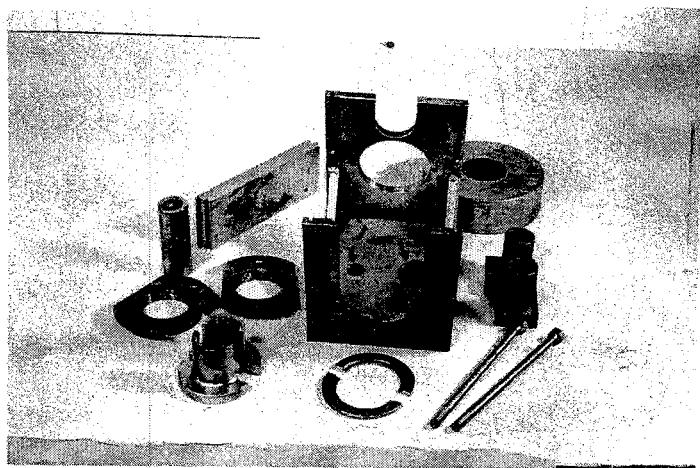

Fig. 4
V. fig. 4. Après quoi la bride intermédiaire peut être mise et pressée à l'aide de la pièce pressée étagée à deux tubes. V. fig. 5. Le montage est identique pour les modèles 700 C, 700 AP et 700 APL.